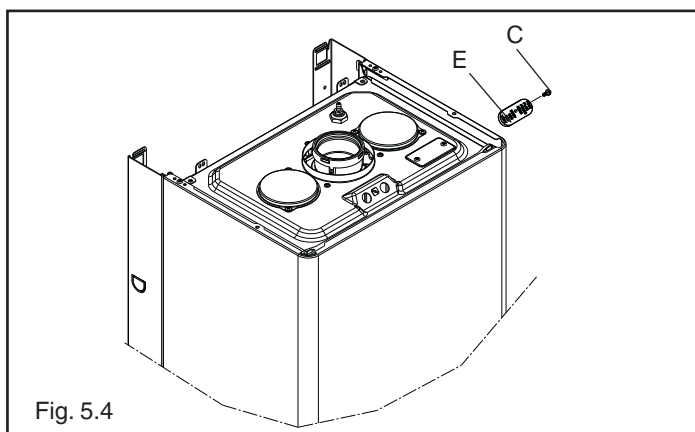

Fig. 5.4
- inserire le sonde dell'analizzatore nelle posizioni previste sulla cassa aria, dopo aver rimosso la vite C e il coperchietto E (fig. 5.4)